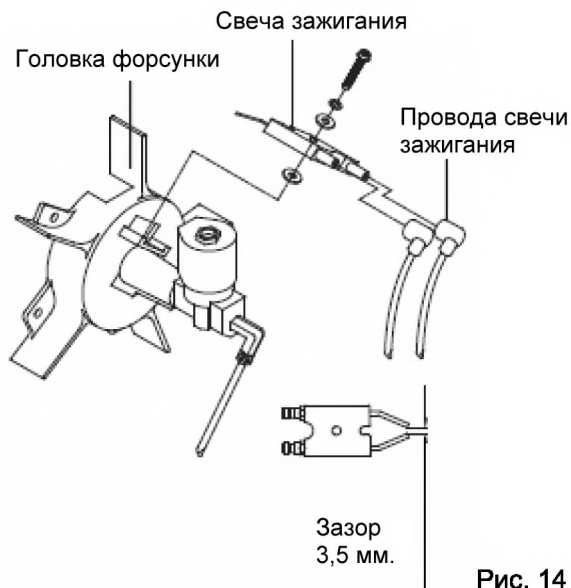

Рис. 14
3. Снимите свечу зажигания с головки форсунки (рис. 14);